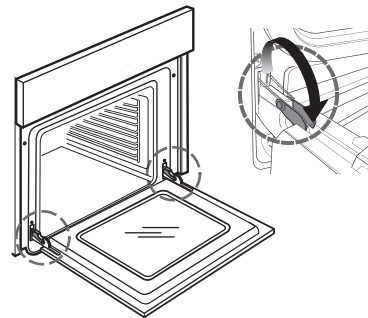

Fig. 1
2. Levante los ganchos y empujuelos al máximo hacia delante (Fig. 1).